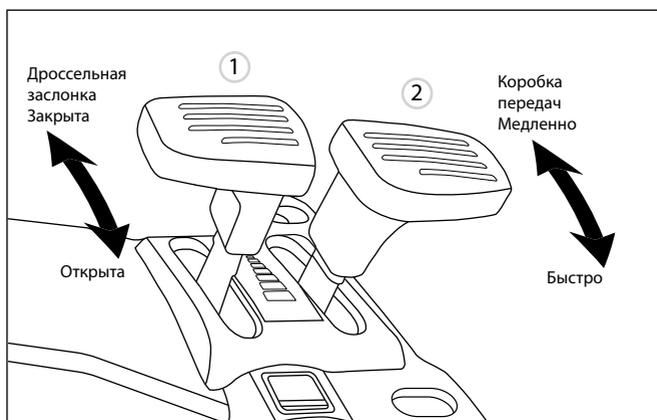

Рис. 12
8. Газонакосилки GLD-520SP-VE, GLD-460SP-VE и GLD-520SP-BS оснащены рычагом дроссельной заслонки 1 (рис. 12), который позволяет регулировать скорость вращения двигателя. Закройте заслонку при запуске двигателя и маневрировании (низкие обороты), откройте заслонку при скашивании (высокие обороты).
9. Газонакосилка GLD-520SP-VE, GLD-460SP-VE оснащена коробкой передач (вариатором) 2 (рис. 12) с возможностью регулировки скорости вращения колес на постоянных оборотах двигателя. Используйте низкую скорость движения для скашивания густой травы или маневрирования в ограниченном пространстве. Используйте высокую скорость движения для транспортировки и скашивания молодой и редкой травы.